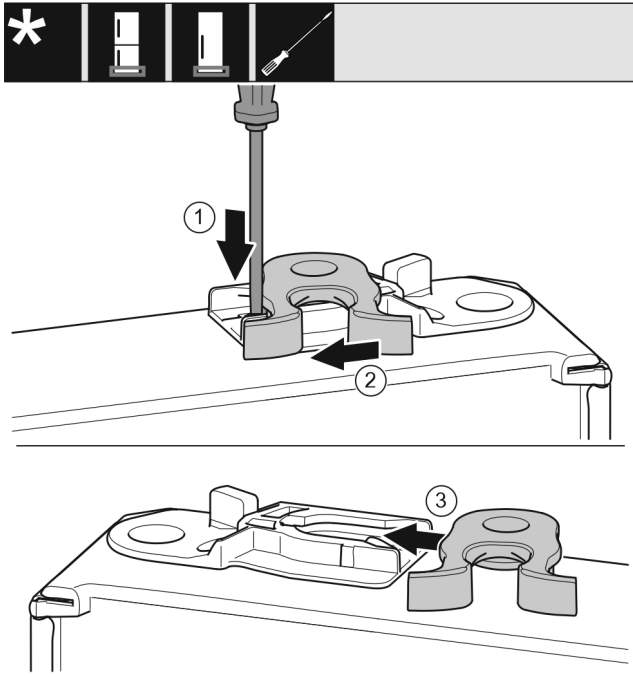

Fig. 24 *
- ▶ За допомогою шліцевої викрутки притисніть накладку Fig. 24 (1) униз.*
- ▶ Витягніть із напрямної запірний гачок Fig. 24 (2).*
- ▶ Вставте запірний гачок Fig. 24 (3) у напрямну з іншого боку.*